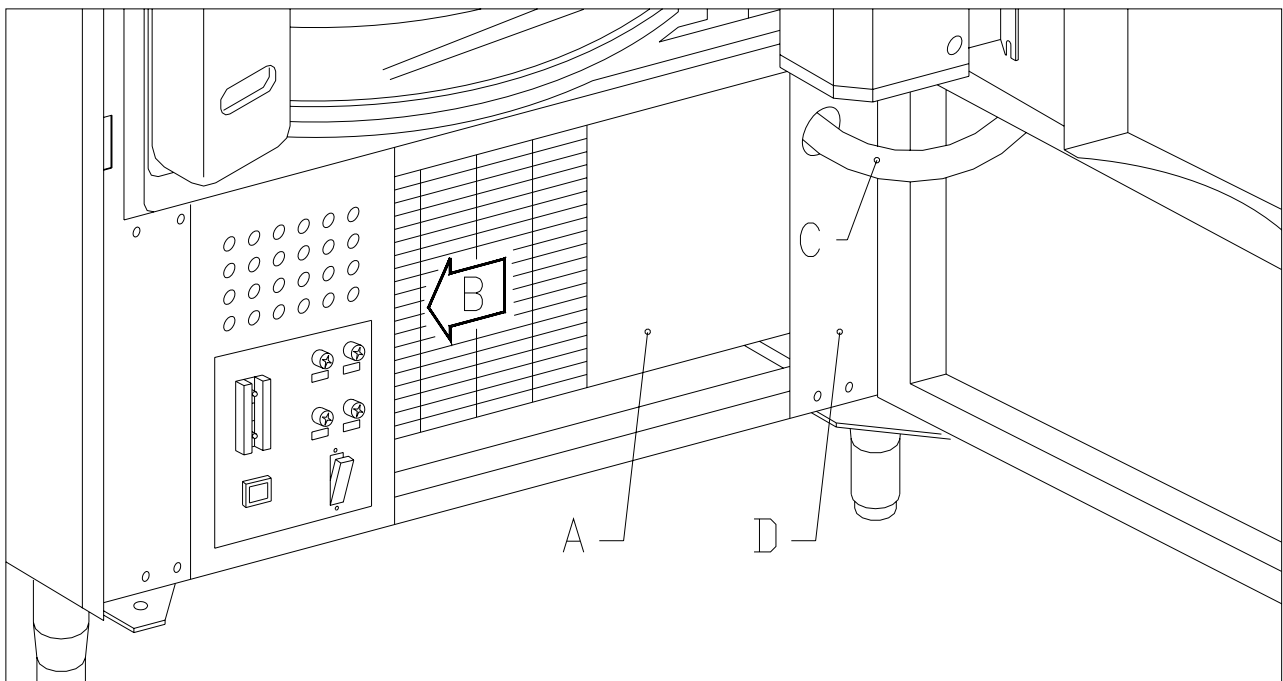

FIG. 18
- Rimuovere la lamiera anteriore di protezione del frigo pos. A FIG. 18 svitando le viti ed i volantini di fissaggio;
- Scollegare il connettore di alimentazione del frigo pos. B FIG. 18 (sul lato destro del pannello);
- Scollegare il cavo sonda relativo al gruppo frigo pos. C FIG. 18.
- Rimuovere l'angolare inferiore destro pos. D FIG. 18 svitando le viti di fissaggio